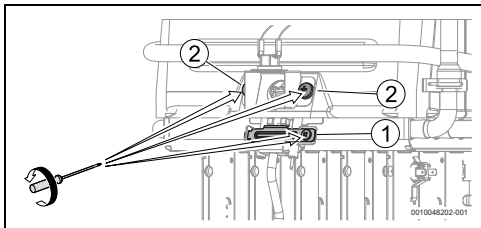

Fig. 18
- Retirar o parafuso que fixa o suporte do queimador piloto, Fig. 18, [1].
- Retirar os parafusos que fixam o suporte do dispositivo de controlo de estado da câmara de combustão, Fig. 18, [2].